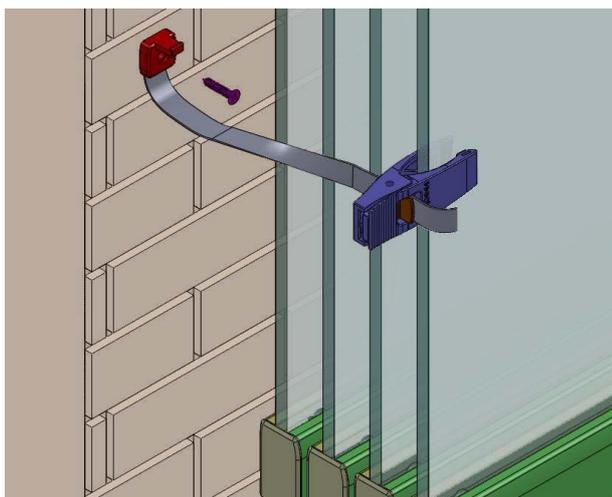

Figura 34
- Sujetar el soporte de pared mediante el tornillo correspondiente sujetando también de esta manera de cinta (figura 34).